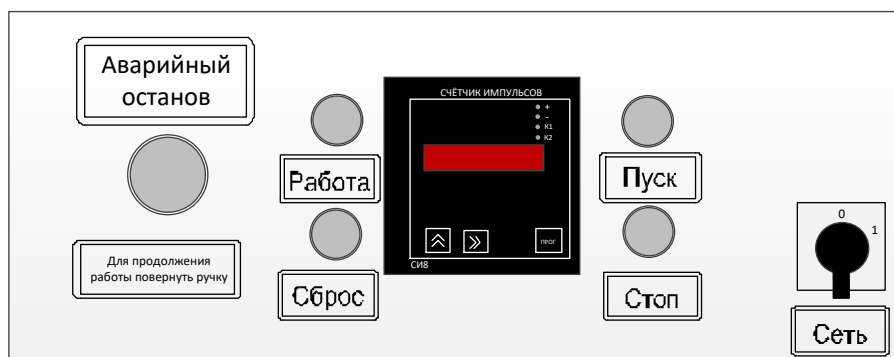

Рисунок 3 – Лицевая панель
На лицевой панели (см. рис. 3) расположены органы индикации и управления установкой. Включается установка тумблером «Сеть», кнопкой [Сброс] устанавливается начальное количество оборотов (12000 по умолчанию), которое отображается на дисплее счётчика. Нажатие кнопки [Пуск] запускает испытание, при этом на индикаторе отображается оставшееся до окончания количество оборотов.
4.1.3 Режим работы установки – непрерывный. После окончания работы установка выключается тумблером «Сеть» (см. рис. 3 на странице 4).